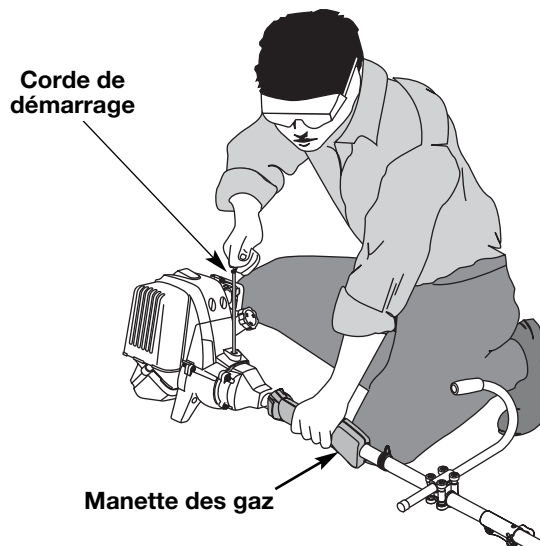

Fig. 8
6. Levez-vous en position de démarrage (Fig. 8) et appuyez sur la manette des gaz. Tirez sèchement sur le cordon de démarrage jusqu'à 5 fois.